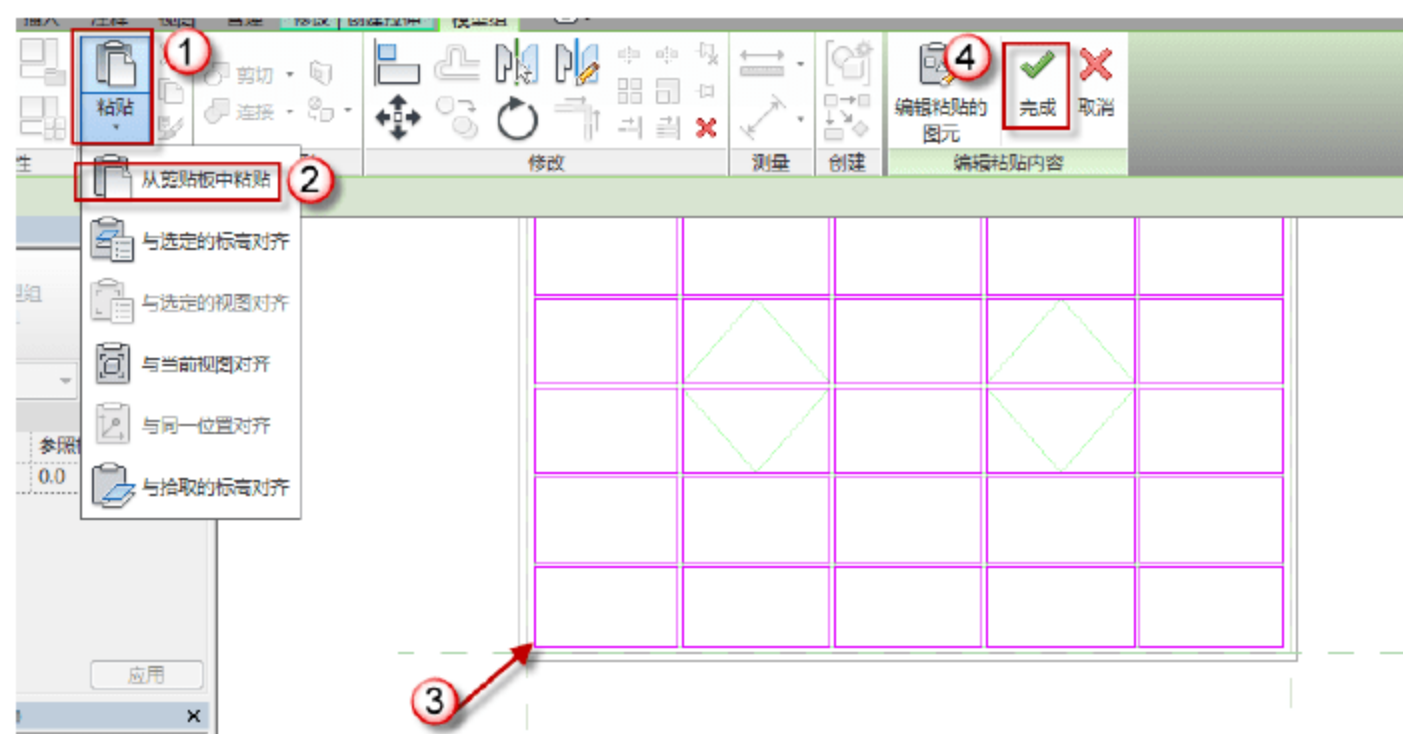

图 12.1.42 粘贴“玻璃轮廓线”
(16) 粘贴“玻璃轮廓线”。选择“创建”→“拉伸”命令,在“修改/创建拉伸”中选择“粘贴”→“从剪贴板中粘贴”命令,将前面复制的“玻璃轮廓线”粘贴到相应位置,在上下文关联选项板中单击√按钮,如图 12.1.42 所示。